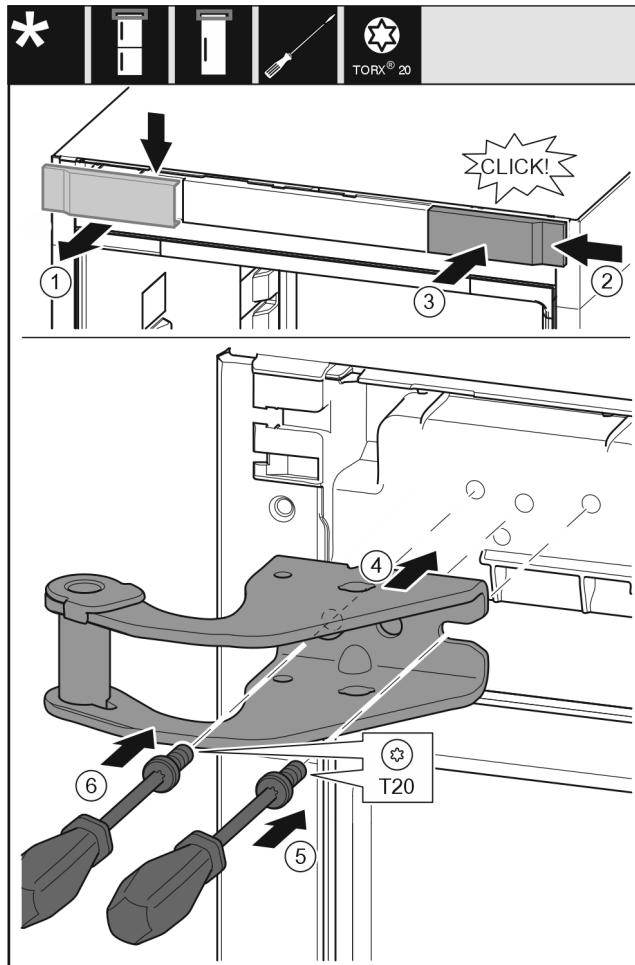

Fig. 9
- ▶ 从上方朝前取下盖板。Fig. 9 (1)
- ▶ 将盖板旋转 180° 至另一侧从右边挂上。Fig. 9 (2)
- ▶ 卡入盖板。Fig. 9 (3)
- ▶ 装上上方的托架。Fig. 9 (4)
- ▶ 用 T20 螺丝刀放上并旋紧螺钉。Fig. 9 (5)
- ▶ 用 T20 螺丝刀安装并旋紧螺钉。Fig. 9 (6)